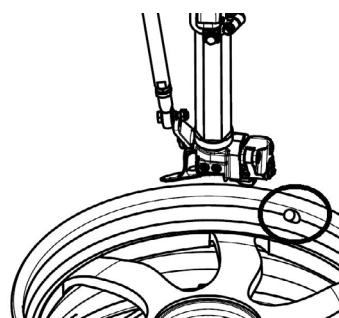

FIG 28
- S'il y a une chambre à air dans le pneu, afin d'éviter d'endommager la chambre à air, le crochet de démontage doit être utilisé à environ 10 cm du côté gauche de la valve comme sur la **FIG28**.